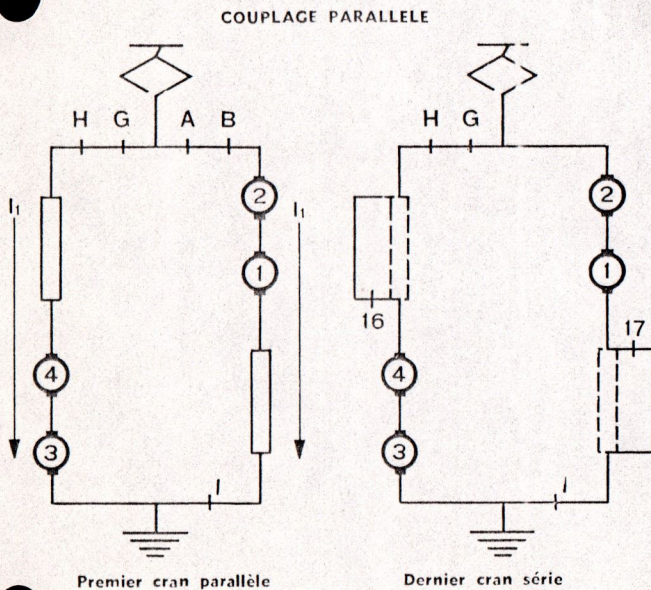

FIG. 6. — TRANSITION DU COUPLAGE SERIE AU COUPLAGE PARALLELE PAR LA METHODE DU PONT.
2. Pour démarrer les trains de voyageurs, il faut passer du couplage série au couplage parallèle des groupes de deux moteurs. Cette transition doit s'effectuer avec le minimum de variation d'effort au crochet, de façon à éviter les réactions dans les attelages qui troubleraient le confort des voyageurs ; ce qui se réalise par la « méthode du pont » appliquée sur ces locomotives (fig. 6).